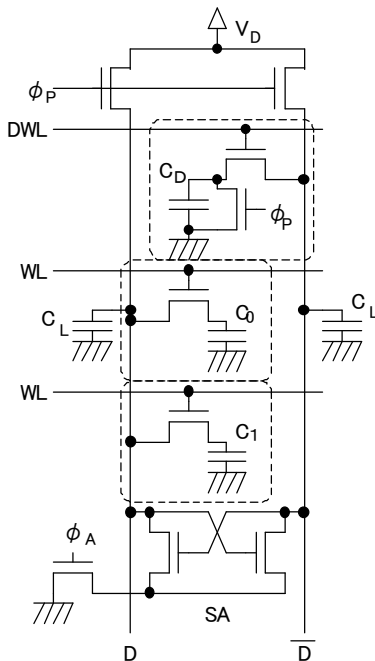
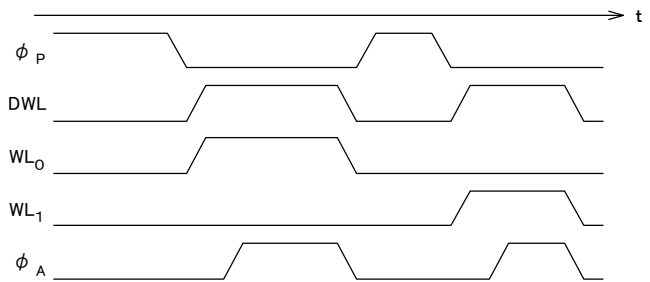

図2
図3
2. 図2のようなDRAMの回路で、図3のような  $\phi_P \cdot DWL \cdot WL_0 \cdot WL_1 \cdot \phi_A$  が与えられた場合のデータ線(ビット線)  $D \cdot \bar{D}$  の電圧の変化を、縦軸を電圧、横軸を時間とするグラフ(タイミングチャート)として、 $\phi_P \cdot DWL \cdot WL_0 \cdot WL_1 \cdot \phi_A$  とともに同一座標軸に示せ。ただし変化のタイミングや電圧変化量は明記すること。なお  $C_0 = C_1$ 、 $C_D = C_0/2$  とし、その他の  $C_L$  などの値およびMOSトランジスタの電流駆動能力は適宜仮定して構わない。また初期状態で  $C_0$  は電圧  $V_D$  に充電されており、 $C_1$  には電荷がなかったとし、 $C_0 \cdot C_1$  の電荷の放電は考慮しなくてよい。(30点)